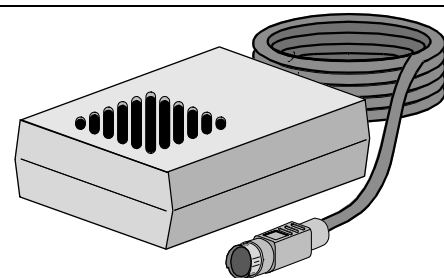

Figura 5. Sonda de temperatura y humedad opcional
9. Conecte la sonda opcional de temperatura y humedad (Figura 5), si fue adquirida.